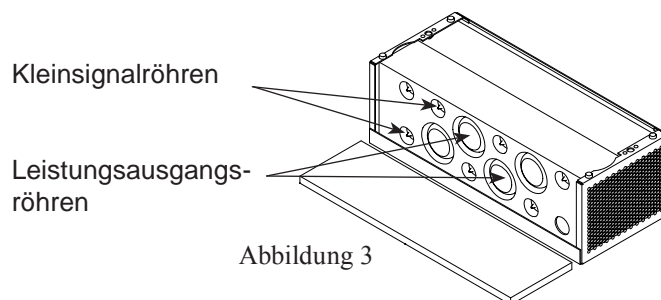

Abbildung 3
4. Nehmen Sie die erste Schaumstofflage ab, um die Röhren freizulegen. Siehe Abbildung 3.